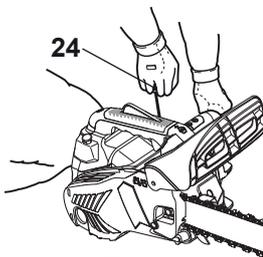

Fig. 26
- > Calez l'appareil par terre. Prenez la poignée avant [26] dans votre main gauche et calez l'arrière de la poignée arrière sur votre genou droit. Puis tirez la poignée du lanceur à rappel [24] 4 ou 5 fois (Fig. 26). La machine ne devrait pas encore démarrer.
- > Puis tirez à nouveau sur la poignée du lanceur jusqu'à ce que le moteur démarre (Fig. 26).